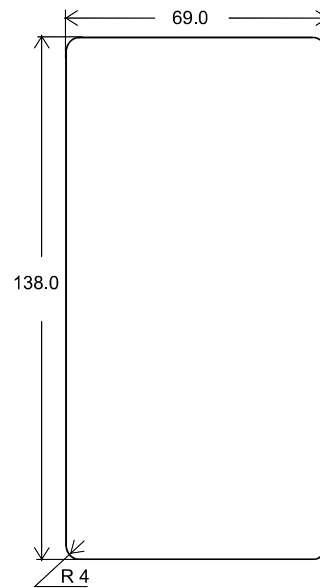

Рис.7
- Закрепить согласующий усилитель на неподвижной поверхности (стена, ограждения и т.п.). Разметка под установку согласующего усилителя приведена на Рис.7 в разделе 4.